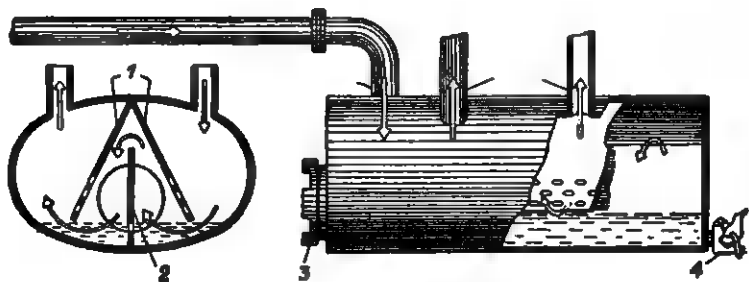

Рис. 38. Вступний очищувач.
отвір (7). Повітря, осане мотором або вентилятором, входить через прислону (5) і дитші (10) до огнища, а газ виходить ■ напрямі стрілок, потім рухою (8) до вступного очищувача (рис. 38). У вступнім очищувачі газ очищується від попелу і води, яку можна випускати отвором (4). Зі вступного очищувача йде газ до холодильниці (рис. 39 а), а звідси по охолодженню до властивого очищувача